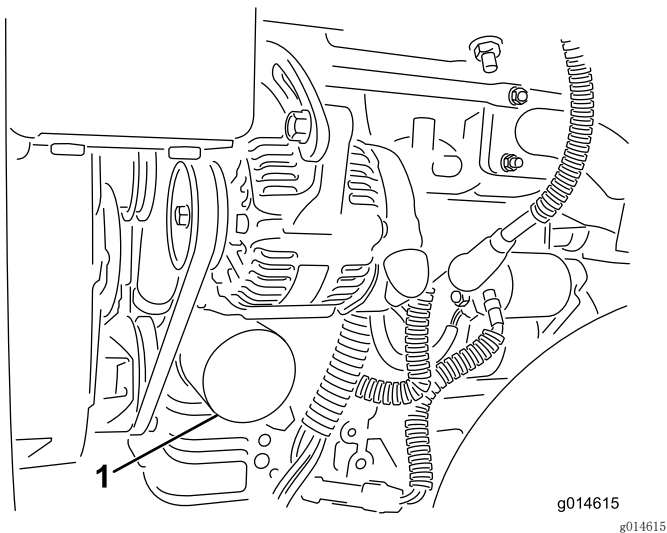

图29
2. 拆下机油滤芯（图29）。在新的滤芯垫片上涂上薄薄一层干净油。